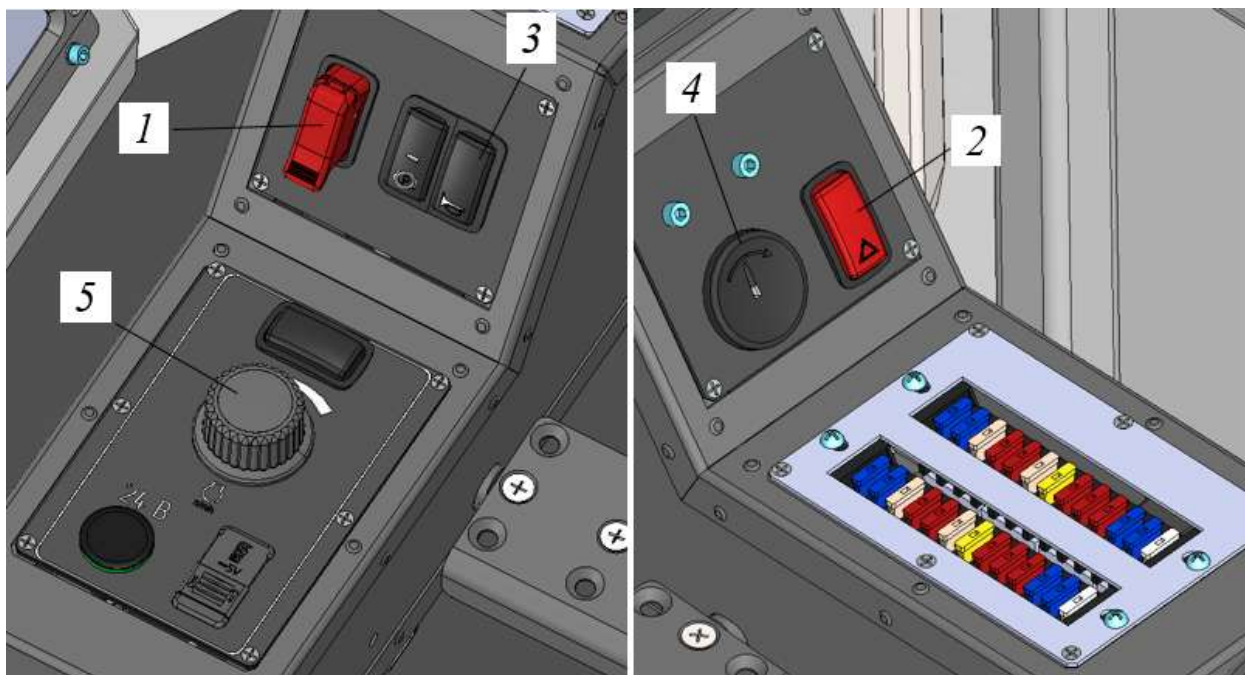

Рисунок 3.45. Панель управления левой тумбы
Включить зажигание, повернув ключ в замке зажигания в положение I, см. поз. 4, рис. 3.45.
- включить “массу” поз. 1, рис. 3.45;
- убедиться в том, что клавиша безопасности поз. 2, рис. 3.45, нажата;
- подать короткий звуковой сигнал, нажав клавишу, см. поз.3, рис. 3.45;
- повернуть ключ в замке зажигания поз.4, рис. 3.45, в положение «I» - включить зажигание;
Регулировка частоты вращения двигателя осуществляется потенциометром. Потенциометр расположен в правой тумбе, см. поз. 5, рис. 3.45. Где крайнее левое положение рукоятки потенциометра соответствует (вращение против часовой до упора) – минимальная частота вращения холостого хода. Крайнее правое положение рукоятки потенциометра соответствует (вращение по часовой до упора) – максимальная частота вращения холостого хода.
- отключить зажигание и массу, повернув ключ в замке зажигания поз. 4, см. рис. 3.45, в положение «0» – двигатель остановиться.
В случае длительной стоянки (более недели) необходимо отключить массу, нажав клавишу поз. 1, рис. 3.45. В случае стоянки более двух недель отключить АКБ.
- рукояткой управления оборотов двигателя поз. 2 рис. 3.45 задать требуемый скоростной режим работы двигателя. Контроль частоты вращения двигателя осуществлять по дисплейному модулю.